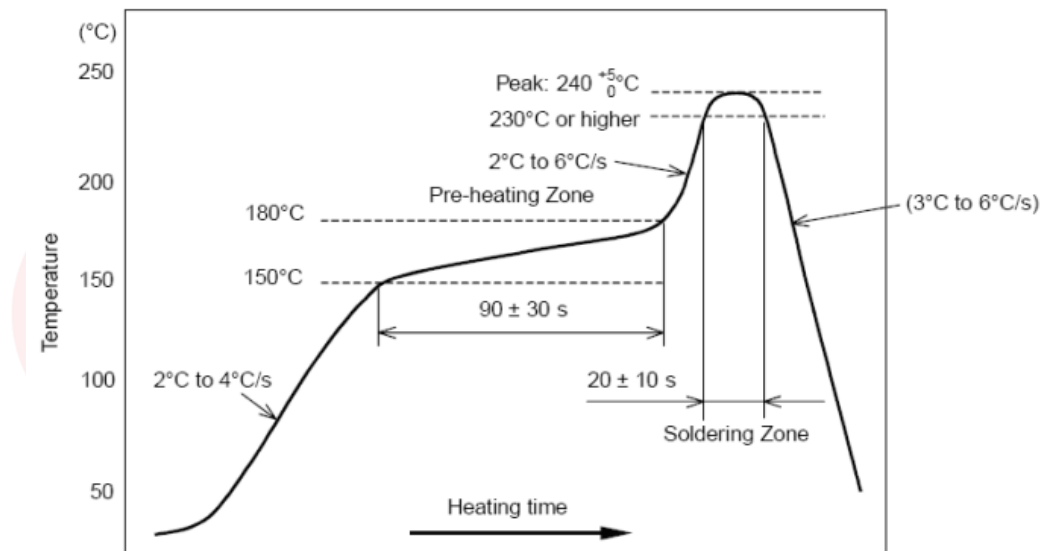

图 5. 部件的焊接耐热性温度曲线(焊接点)
- 2、允许回流焊次数：2 次，基于以下回流焊(条件)(见图 5)；
- 3、温度曲线：回流焊应按照下列温度曲线(见图 5)；